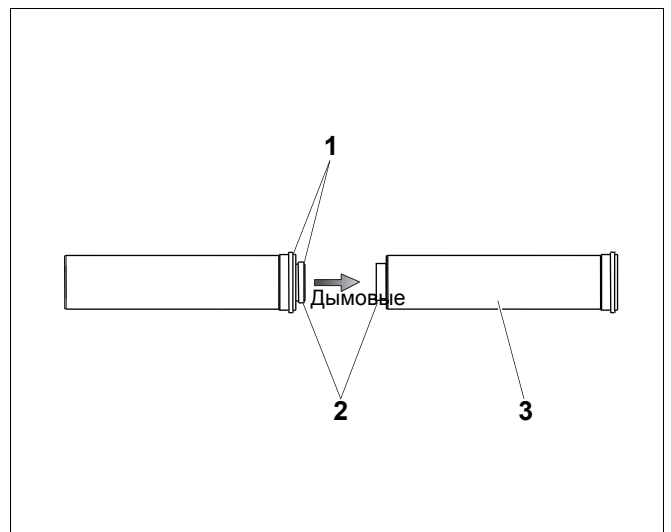

Рис. 9 Соединение труб
- Нанесите на уплотнения (рис. 9, [1]) тонкий слой смазки CENTROCERIN®.
- Вставляйте одну трубу в другую (рис. 9, [2]), немного поворачивая, до упора. В концентрических трубах нужно после этого дополнительно задвинуть наружную трубу приточного воздуха (рис. 9, [3]). Следите за тем, чтобы не сместились уплотнения.